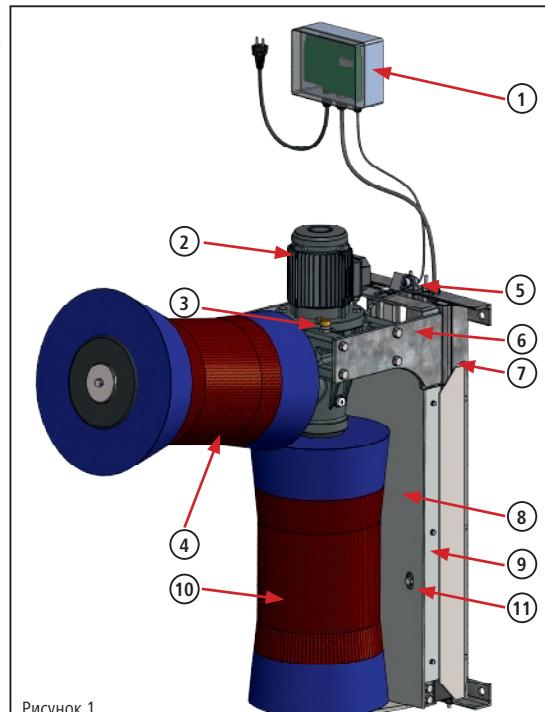

Рисунок 1.
- Пробка для выпуска воздуха из привода прилагается; обязательно установите ее перед первым включением (рис. 1, поз. 3).
- Обязательно установите пробку для выпуска воздуха из привода (прилагается) перед первым включением (рис. 1, поз. 3). Повреждение привода при несоблюдении этого требования!